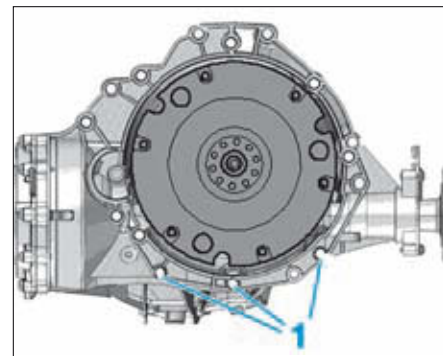

FIG. 12
- les vis de fixation (1) du carter d'huile côté moteur (Fig.12),